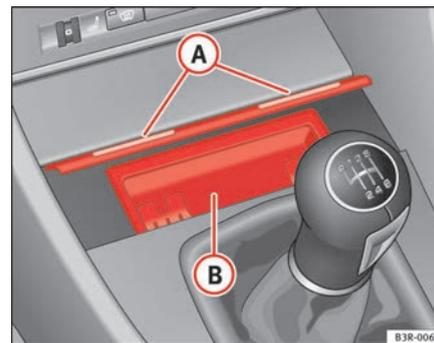

Fig. 133 Consola central: Cenicero abierto
- Presione brevemente sobre la moldura frontal del cenicero (A) ⇒ fig. 133.
- Agarre la carcasa del cenicero (B) ⇒ fig. 133 por sus concavidades laterales y extráigala hacia arriba.